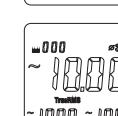

图7-5
- 再按SELECT键选择第三相位，如图7-5，显示相位φ3的有功功率kW值，电压V值，电流A值。